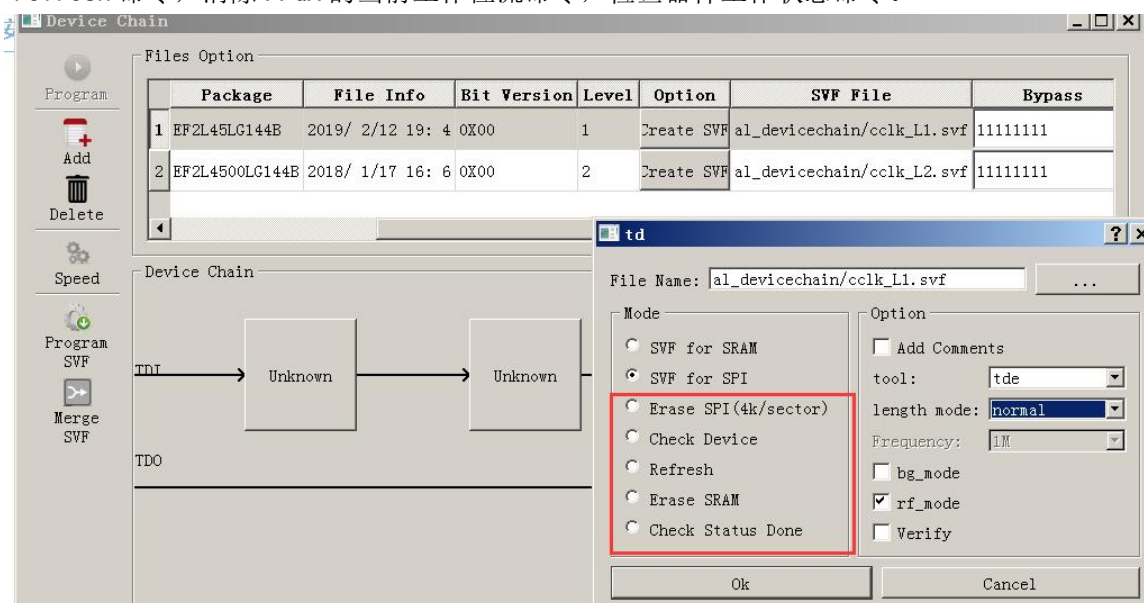

图 21 生成其他单一功能的 svf 和 tde 文件
- 4) 如图 21，剩下的几处选项分别是用于生成单独的擦除 FLASH 命令，单独的器件检查命令，单独的 refresh 命令，清除 FPGA 的当前工作位流命令，检查器件工作状态命令。